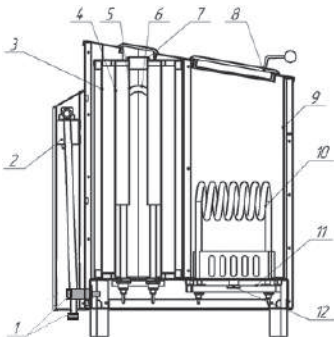

Abb. 3 Das elektrische Heizgerät 4,25; 6,25 kW
Über den wärmedichten Wasserbehälter (Pos. 3, Abb. 3, 4) geht der Kanal mit dem Kastenquerschnitt (Pos. 4, Abb. 3, 4), in dem die Rohrheizkörper (Pos. 6, Abb. 3, 4) eingestellt sind. Erwärmung des Wassers bis zum Siedepunkt erfolgt durch die Wärmeübertragung über die Wände des Kanals von den Rohrheizkörpern an das Wasser. Innerhalb des Kanals gibt es dampfführende Kasten (Pos. 5, Abb. 3, 4), über die der Dampf in den Unterteil des Kanals zugeleitet wird, wo er sich mit der Luft, die in den Kanal von unten kommt, vermischt. Durch Konvektionsströme kommt das Dampf-Luft-Gemisch nach oben, in dem es bis zur Temperatur 300-330 °C erwärmt wird, und wird in den Raum über eine Düse ausgestoßen (Pos. 7, Abb. 3, 4). Der Behälter wird über das Ventil mit dem eingebauten EingangsfILTER (Pos. 2, Abb. 3, 4) automatisch gefüllt und nachgefüllt.
Steinerwärmungseinheit ist ein wärmedichter Stahlbehälter (Pos. 9, Abb. 3, 4) mit den eingebauten Rohrheizkörpern (Pos. 10, Abb. 3, 4). Innerhalb des Behälters wird ein Stein zur Dampferzeugung gelegt. Im Oberteil befindet sich wärmedichte Tür/Türe (Pos. 8, Abb. 3, 4), durch die ein Teil der Wärme zur Erwärmung des Raums zugeleitet werden kann (die Tür/Türe ist/sind geöffnet), oder kann die gesamte Wärme zur Erwärmung des Steinsatzes verwendet werden (die Tür/Türe ist/sind geschlossen). Die Rohrheizkörper sind auf einer Basis (Pos. 11, Abb. 3, 4) montiert, die mit den Bimetallthermostaten (Pos. 12, Abb. 3, 4) ausgestattet ist. Die Bimetallthermostaten schalten die Stromversorgung an den Rohrheizkörpern bei der Erreichung der bestimmten Temperatur innerhalb des Behälters aus.
1.4.7 Der elektrische Ofen wird mit dem Wasser von dem externen Wasserversorgungssystem oder einem Hängespeicher versorgt. Zufuhr und Abfluss des Wassers erfolgt über den Einfüllschlauch und den Ablaufstutzen (Pos. 1, Abb. 3, 4), die an der Hinterwand des elektrischen Ofens unter dem abnehmbaren Gehäuse angeordnet sind.